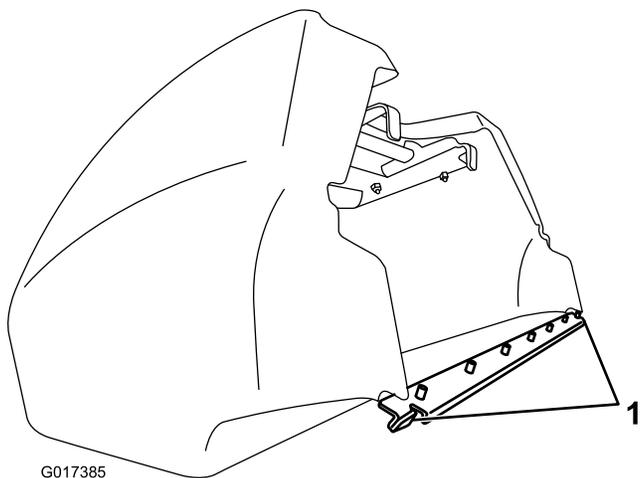

Figure 18
**Important:** Si jamais vous faites tomber le bac, vérifiez que les points de contact du bras d'inclinaison près du bord inférieur du bac ne sont pas endommagés (Figure 18). Redressez-les avant d'utiliser le bac. Si vous utilisez le bac alors que les points de contact du bras d'inclinaison sont faussés, vous risquez d'endommager le cylindre.